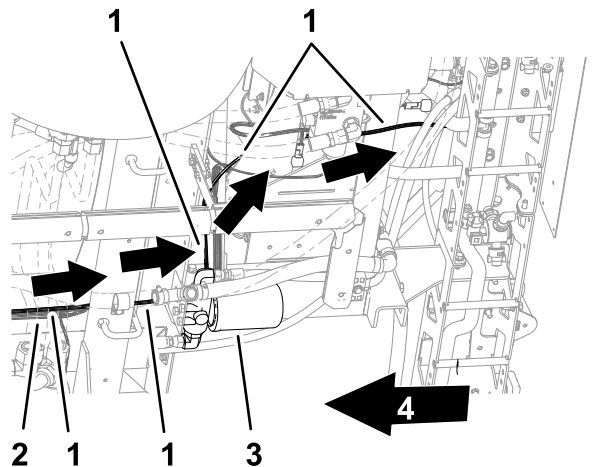
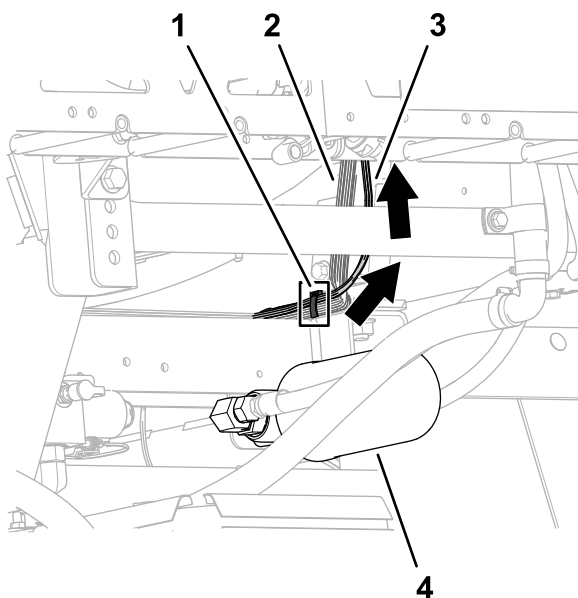

Bild 43
Bild 44
1. Verlegen Sie die Kabelbaumzweige nach oben am mittleren Sprühabschnitt, wie in Bild 43 und Bild 44 abgebildet.
2. Befestigen Sie den Kitkabelbaum mit einem Kabelbinder am hinteren Kabelbaum der Maschine, wie in Bild 44 abgebildet.